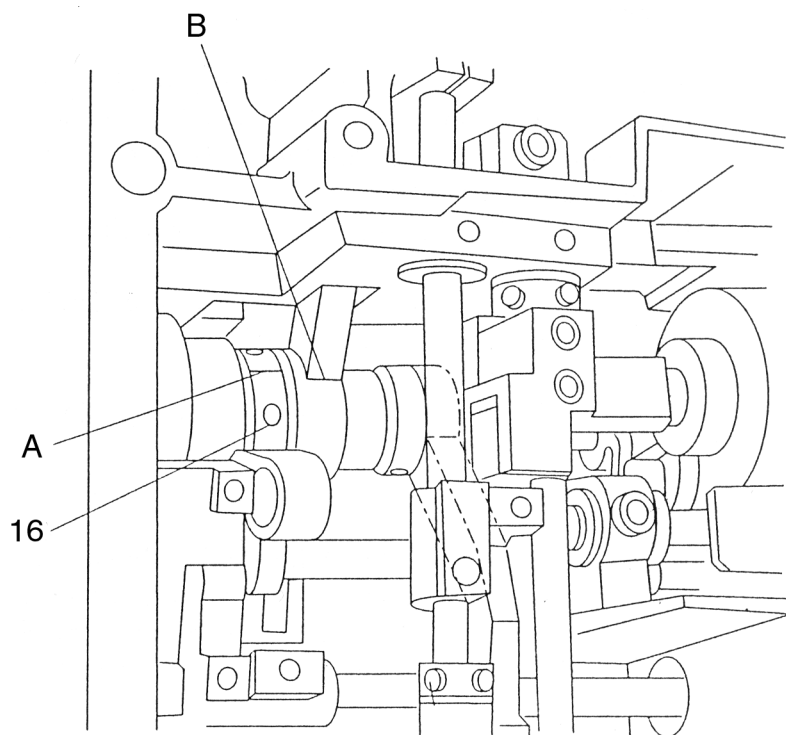

Рис. 14
- Ослабьте винты 16 крепления подъемного эксцентрика (рис. 14).